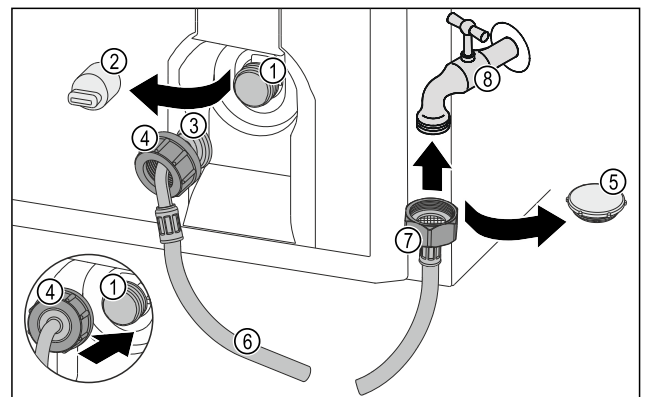

Fig. 22
- ▶ Verschlusskappe Fig. 22 (5) entfernen.
- ▶ Gerades Schlauchende Fig. 22 (7) am Wasserhahn Fig. 22 (8) ansetzen.
- ▶ Mutter am geraden Schlauchende *Fig. 22 (7)* im Uhrzeigersinn festziehen.